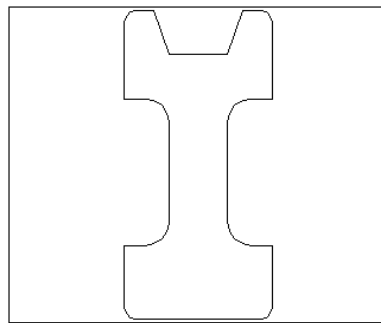

图 14-38
(3) 重复上述指令。倒角半径设为 80，结果如图 14-38 所示。